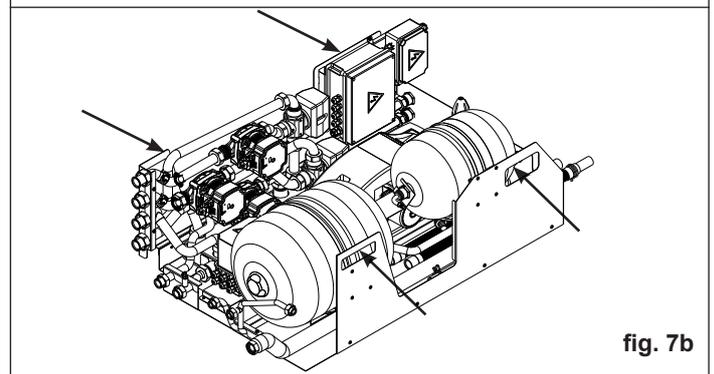

fig. 7b
- Posizionare il Modulo Incasso Solar su una superficie piana per evitare di danneggiare i vari componenti preassemblati (fig. 7b).